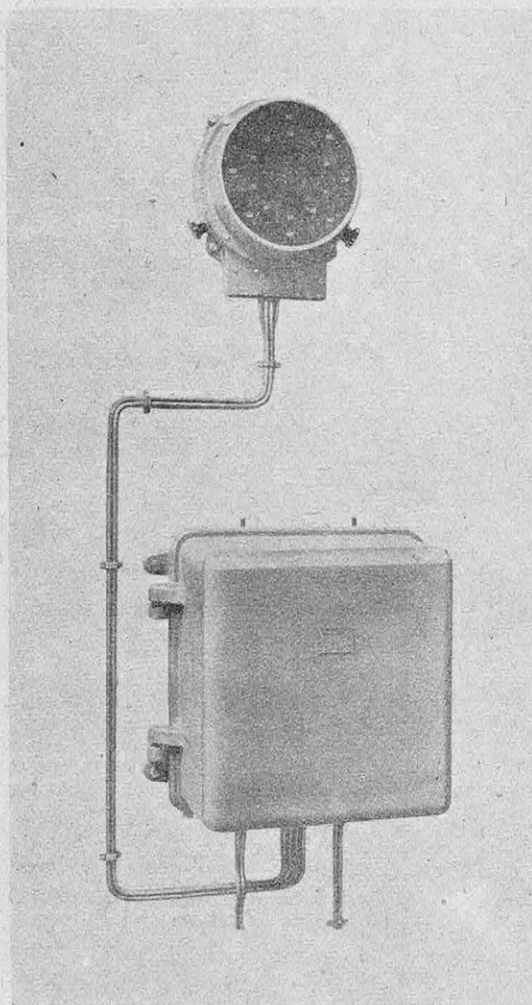
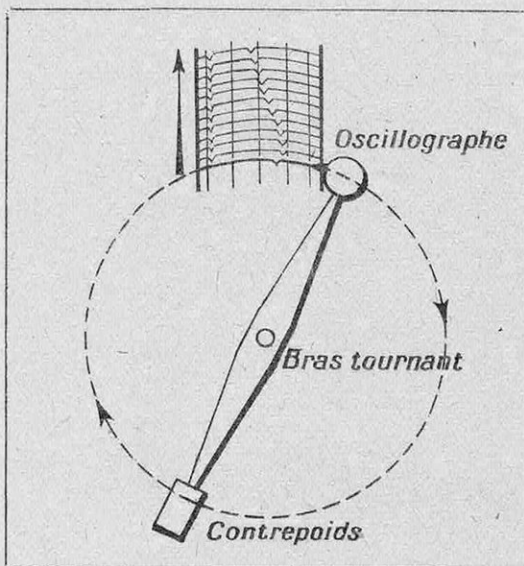

FIG. 9. — SONDEUR A INDICATEUR VISUEL
FIG. 11. — SCHEMA DE L'ENREGISTREUR DE SONDAGES « MARTI » A BRAS TOURNANT
L'appareil chronométrique peut être du type visuel (fig. 9) ou enregistreur (fig. 11 et 12). Le générateur de courant alimente les divers circuits électriques.
Dans les *appareils à indication visuelle* (fig. 9), un tube à néon placé derrière une fente étroite tourne à vitesse rigoureusement constante (1) autour d'une graduation circulaire. Son allumage est provoqué au moment de son passage au zéro de l'appareil qui correspond à l'instant précis de l'émission du signal ultrasonore, et son réallumage lors de la réception de l'écho. Le tube à néon possède le très gros avantage d'une inertie négligeable à l'allumage et il est capable de fournir un signal pratiquement instantané (durée réelle inférieure à un cent-millième de seconde) ; la décharge possède, par ailleurs, une très grande luminosité pour une puissance moyenne dépensée négligeable. Le tube aura donc tourné entre les deux éclairs suivant un arc de cercle dont la longueur est proportionnelle à la profondeur sondée. Pour le sondage par petits fonds, la
(1) Dans certains appareils le tube à néon est fixe et c'est un miroir tournant qui en donne une image mobile.
On a construit de nombreux appareils utilisant un bras tournant porte-style (fig. 11). Avec ce procédé, outre une certaine déformation de la courbe du profil et une légère difficulté de lecture de l'échelle curviligne, on constate que la longueur utile de cette échelle est réduite à une fraction assez faible de la trajectoire totale décrite en un tour par le style inscripteur (un huitième environ). Comme la vitesse de déplacement du style, donc la vitesse de rotation du bras sont